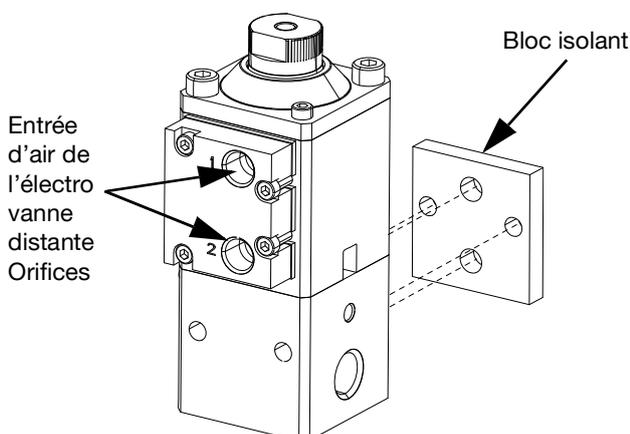

FIG. 7
- b. Pour les vannes avec une électrovanne montée à distance (J), voir le tableau ci-dessous. Voir FIG. 7.